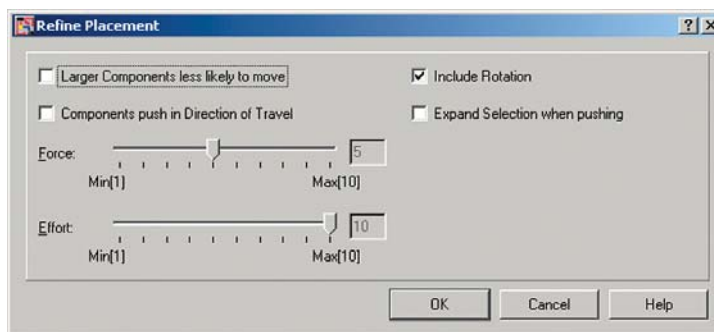

Рис. 11. Настройка процедуры Refine Placement
8. В появившемся на экране окне Refine Placement (рис. 11) включим опцию Include Rotation (разрешать поворот) и увеличим число попыток Effort до десяти, после чего нажатием кнопки ОК закроем окно.